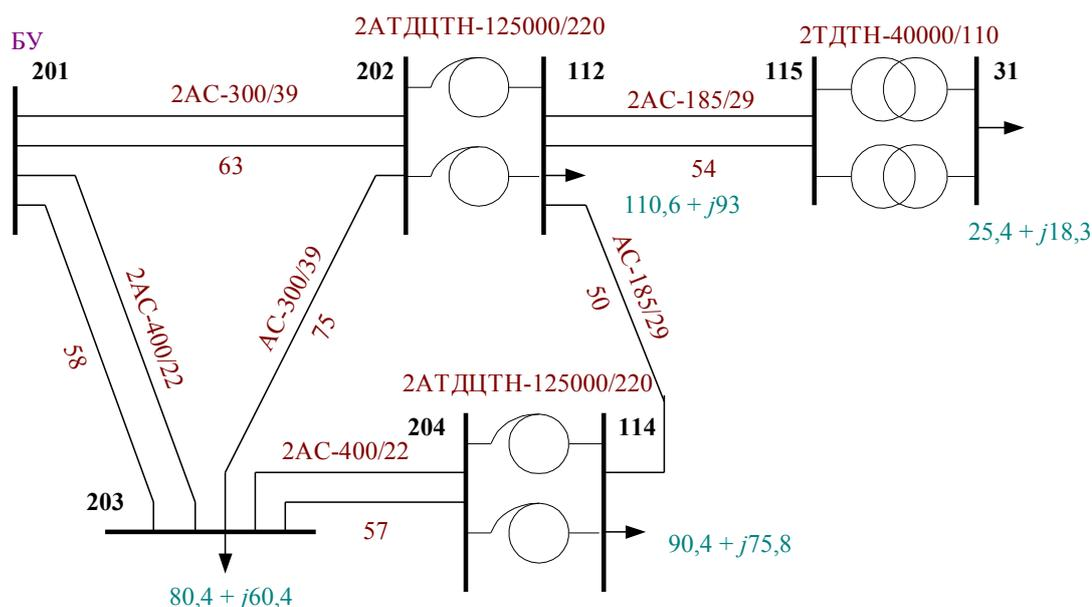

Рис.1. Схема существующей сети 220/110/35 кВ; длины линий в километрах, мощности нагрузок в мега-вольтамперах
1. Схема электрической сети берется из курсовой работы по дисциплине «Электрические системы и сети» для варианта замкнутой (кольцевой) сети. Схема существующей сети (без проектируемой части) приведена на рис. 1.